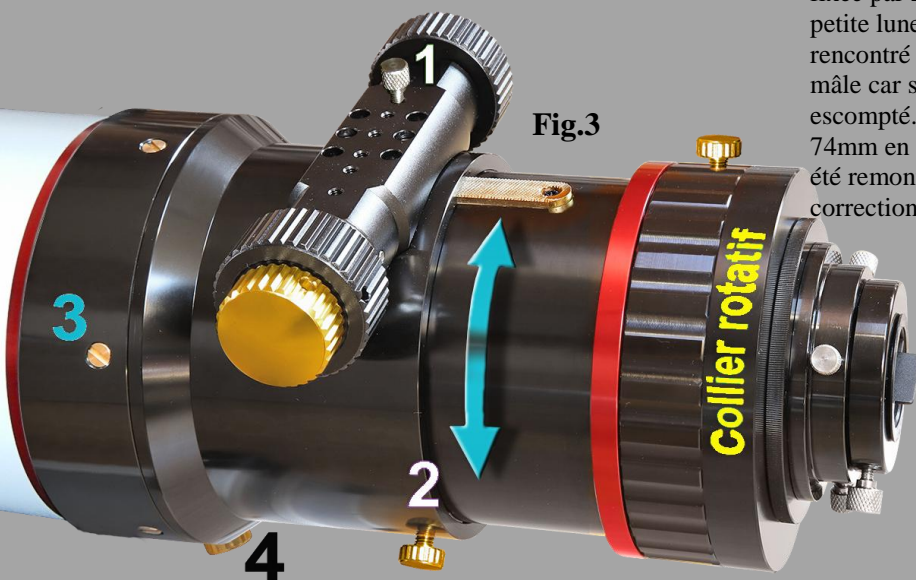

Fig.3
Le porte-oculaire est esthétiquement très réussi avec une finition superbe. Diamètre de 4 pouces, molettes de mise au point surdimensionnées, démultiplication de 1/10, vernier gradué en cm, course de 48mm, charge utile de 8Kg, intérieur entièrement bafflé, voilà en quelques mots la bête capable de monter tous les trains d'imagerie. Un collier rotatif massif (type Takahashi ou TMB) est intégré avec, coté sortie un taraudage M82x1 qui permet de monter tous types de bagues suivant le train d'image de chacun. La particularité de la crémaillère est qu'elle possède un train d'engrenage qui annulera tout « glissement » du PO vers le bas avec de lourdes charges et lorsque l'on pointe vers le zénith. Une vis de blocage (1) maintient la MAP et une vis de réglage (2) sur le corps du porte oculaire permet d'ajuster le jeu du fourreau (Fig.3).